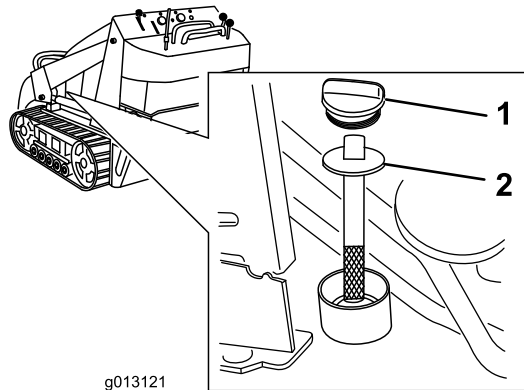

Figure 66
5. Nettoyez la surface autour du goulot de remplissage du réservoir hydraulique (Figure 66).
6. Enlevez le bouchon du goulot de remplissage et vérifiez le niveau de liquide sur la jauge (Figure 66).